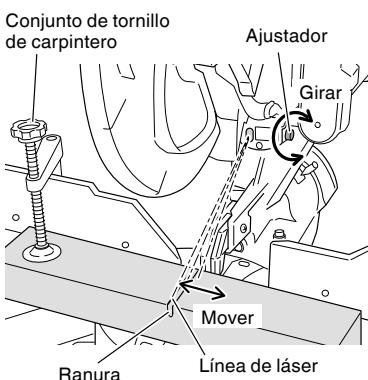

Fig. 20
(1) Encienda el marcador láser y efectúe una ranura de aproximadamente  $3/16"$  (5 mm) de profundidad en una pieza de trabajo de unos  $25/32"$  (20 mm) de alto y  $5-29/32"$  (150 mm) de ancho. Sostenga la pieza de trabajo ranurada mediante el tornillo de carpintero tal como está, y no la mueva. Para el trabajo de ranurado, refiérase a "13. Procedimientos de corte de ranuras" en la página 117.
(2) Luego, gire el ajustador y desplace la línea de láser. (Si gira el ajustador en el sentido de las agujas del reloj, la línea de láser se desplazará hacia la derecha y si lo gira en sentido contrario a las agujas del reloj, se desplazará hacia la izquierda.) Cuando trabaja con la línea de tinta alineada con el lado derecho de la hoja de sierra, alinee la línea de láser con el extremo derecho de la ranura. (Fig. 20) Cuando la alinee con el lado derecho de la hoja de sierra, alinee la línea de láser con el lado derecho de la ranura.